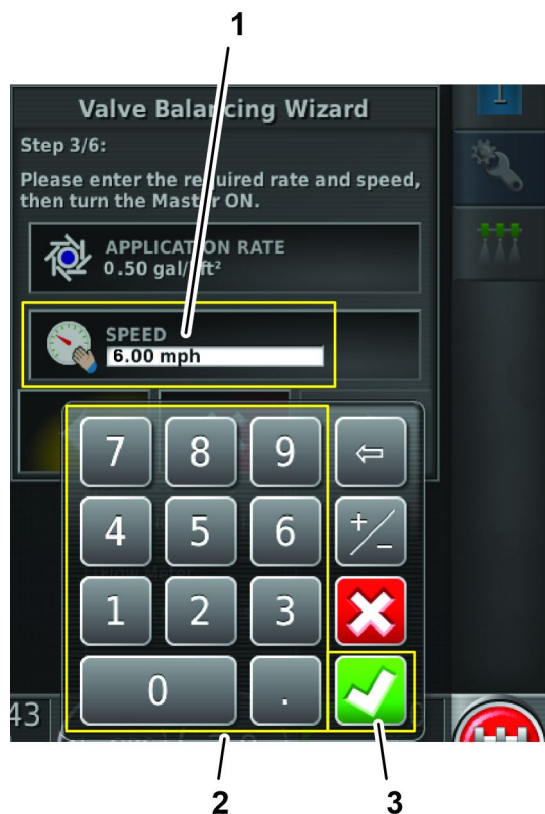

图 138
- 使用数字键盘输入打药所需的地面行驶速度然后按确认图标 图 138。